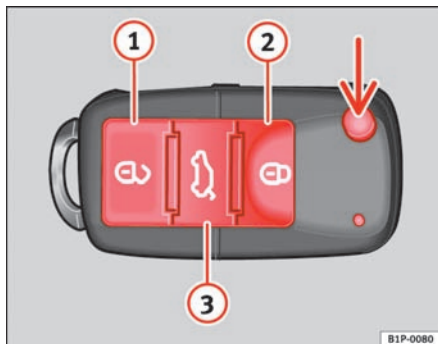

Fig. 63 Knapper på nøglen med fjernbetjening
Med knappen $\Rightarrow$ fig. 63 (pil) på fjernbetjeningen kan du klappe nøglen ud.
Bilen bliver låst op med $\Rightarrow$ fig. 63 (1). Døre og bagklappen bliver låst op.
Bilen bliver låst med $\Rightarrow$ fig. 63 (2).
Du kan låse bagklappen op ved at trykke på knappen $\Rightarrow$ fig. 63 (3), indtil alle blinklygter på bilen lyser et kort øjeblik. Når du har trykket på oplåsningsknappen $\Rightarrow$ fig. 63 (3), kan du åbne bagklappen inden for 2 minutter. Når denne periode er gået, bliver bagklappen låst igen.
Desuden blinker nøglens batterikontrollampe $\Rightarrow$ fig. 63.
Når du trykker en gang på knappen $\Rightarrow$ fig. 63 (1), bliver førerdøren låst op. Alle andre døre er stadig låst.
- Lås bilen med nøglen med fjernbetjening ⇒ side 96, fig. 63 i førerdørens lås.